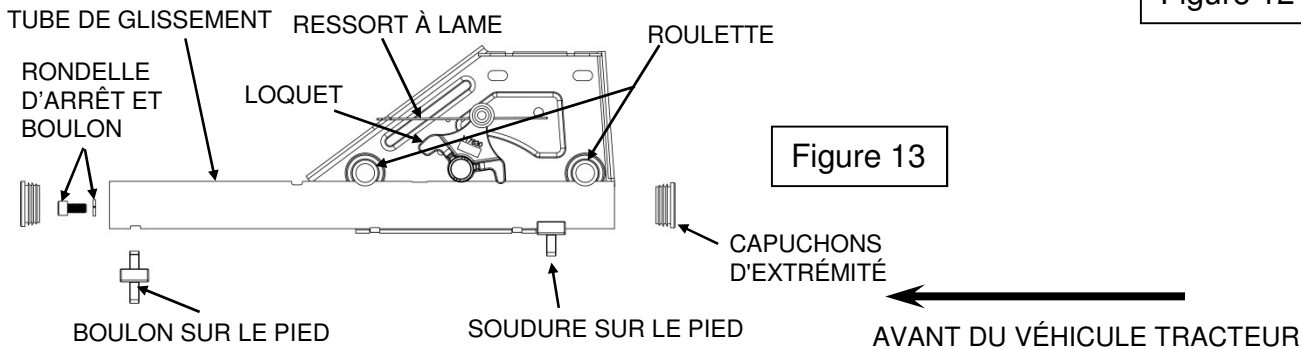
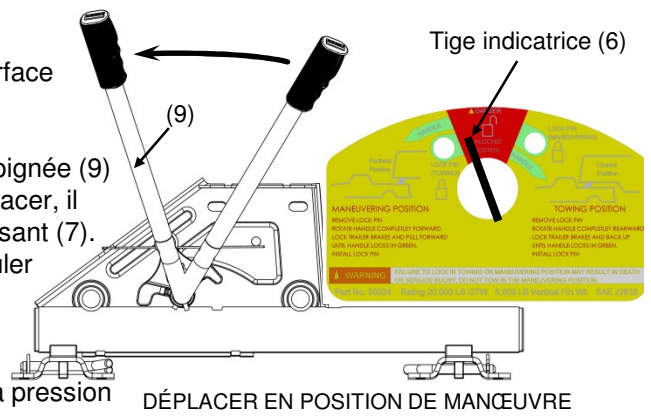
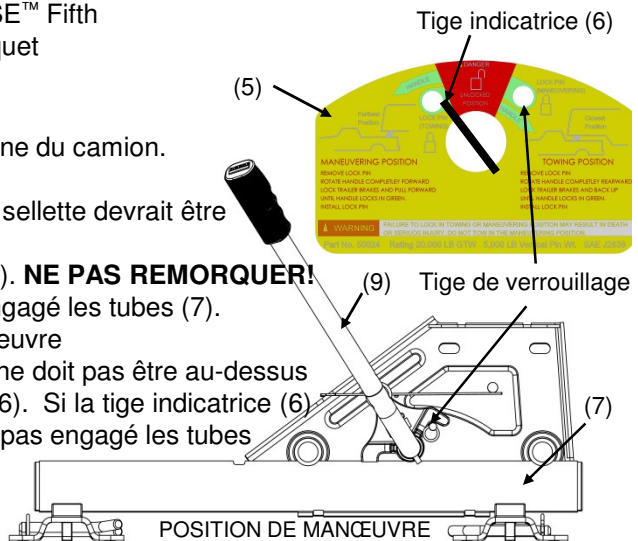

Figure 13
Figure 15
Figure 16
3. Retirer tige de verrouillage du trou de remorquage et de tirer la poignée (9) vers l'avant (voir la figure 15). Si la poignée (9) est difficile à déplacer, il peut être coincée dans le trou de verrouillage dans le tube coulissant (7). Cela peut être résolu en déplaçant légèrement le camion ou reculer jusqu'à ce que la poignée (9) se déplace librement. Répétez l'étape 2 si nécessaire.
4. La tige indicatrice (6) devrait être au-dessus de la section rouge déverrouillée près de la section de manœuvre (voir figure 15). La pression du ressort pressera le loquet contre le dessus du tube, le loquet se verrouillera dans la fente quand la REESE™ FIFTH Wheel Slider se déplace en position de manœuvre (voir figure 16).
5. Retourner au camion. Dégager le frein à main. Engager manuellement le frein de la remorque et avancer le camion jusqu'à ce que la REESE™ Fifth Wheel Slider s'arrête à la soudure au pied (figure 13) et que le loquet s'engage en position manœuvre (voir figure 16).
- C. Si la sellette ne bouge pas, le loquet a engagé les tubes (7) et la sellette devrait être verrouillée en position de manœuvre.
- D. Si la sellette ne bouge pas, le loquet n'a pas engagé les tubes (7). **NE PAS REMORQUER!** Répéter les étapes 1 - 6 ci-dessus jusqu'à ce que le loquet ait engagé les tubes (7).
7. Examiner l'étiquette de mise en garde (5). La tige indicatrice (6) ne doit pas être au-dessus de la section verte du côté gauche de l'étiquette (5) (voir figure 16). Si la tige indicatrice (6) est au-dessus de la section rouge de l'étiquette (5), le loquet n'a pas engagé les tubes (7). **NE PAS REMORQUER!** Répéter les étapes 1- 6 ci-dessus.